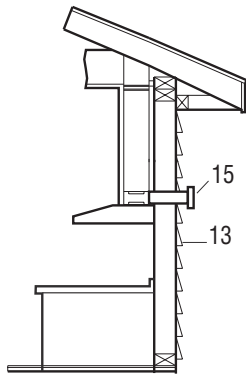
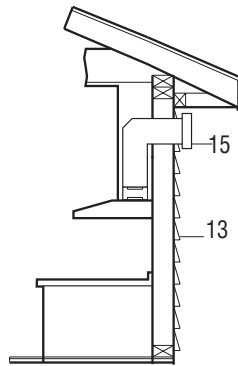
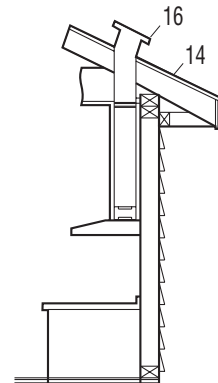

Fig. 5
Fig. 6
Fig. 7
- Su sistema de ventilación debe ventilar al exterior horizontalmente a través de la pared trasera (13) o verticalmente a través del techo (14) (consulte Fig 5/ Fig 6/ Fig 7).